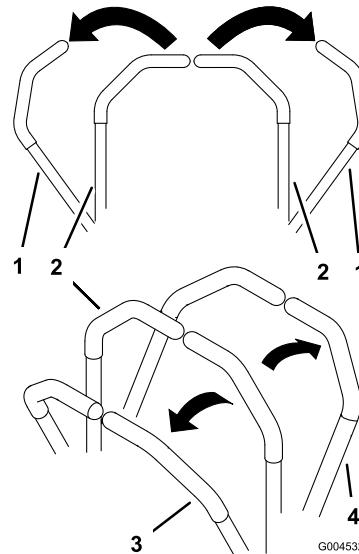

Figure 14
1. Mettez les leviers de commande de déplacement (Figure 14) en position de verrouillage au point mort.
- Pour vous déplacer en ligne droite en marche avant, poussez doucement les leviers de commande de déplacement vers l'avant (Figure 14).
- Pour vous déplacer en ligne droite en marche arrière, tirez doucement les leviers en arrière (Figure 14).
- Pour tourner, ralentsissez la machine en tirant les deux leviers en arrière puis poussez en avant le levier du côté opposé à celui que vous voulez prendre (Figure 14).